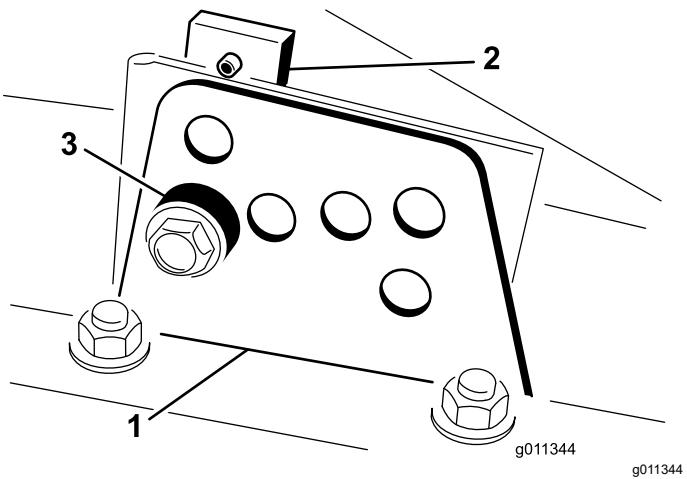

Figura 21
2. Afloje el perno que sujetá cada soporte de altura de corte a la pletina de altura de corte (delante y en cada lado), según se muestra en la Figura 21.
4. Sostenga la cámara y retire el espaciador (Figura 21).